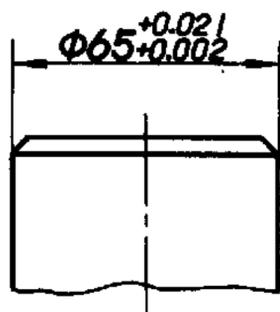

图 3
- 2.1.2 当采用极限偏差标注线性尺寸的公差时,上偏差应注在基本尺寸的右上方;下偏差应与基本尺寸注在同一底线上(图3、4)。